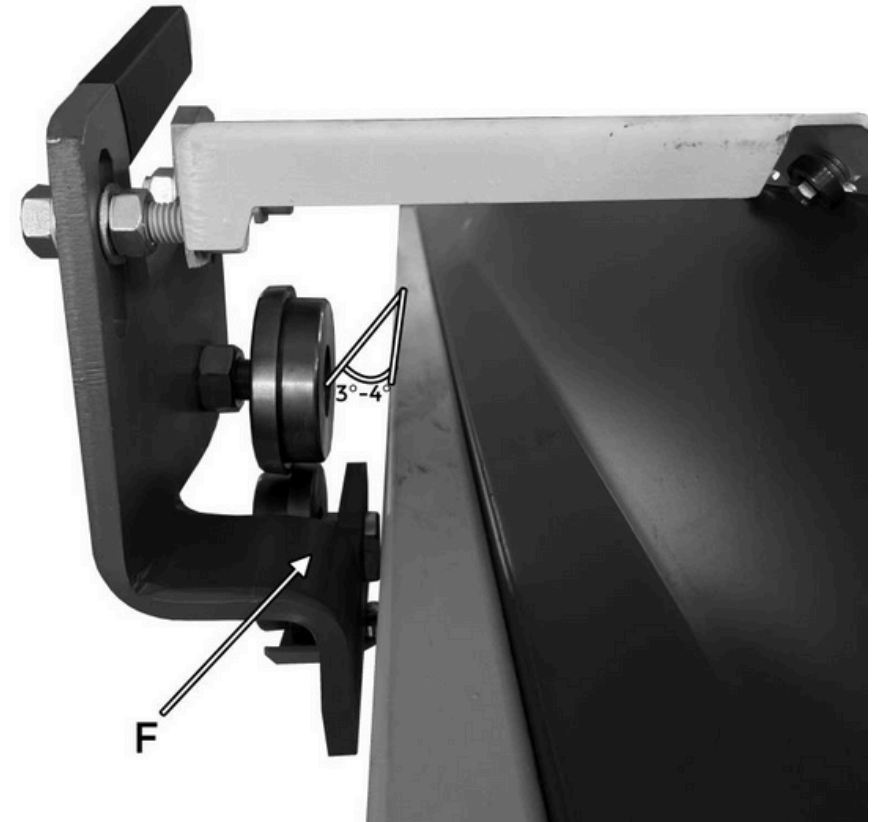

Fig 6.2
5) El pie de corte (talón) debe colocarse por debajo del nivel de la hoja cortada (Fig. 6.2 -E)
6) recomendamos ajustar el ángulo de ataque de las cuchillas en relación con la Fig. 6.2